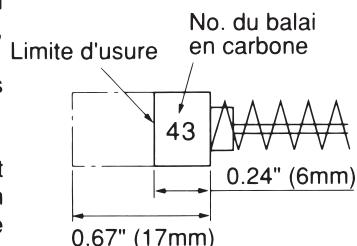

Fig. 4
## 4. Inspection des balais en carbone (Fig. 4)
**REMARQUE :** Utiliser le balai en carbone HITACHI No. 43 indiqué sur la Fig. 4.